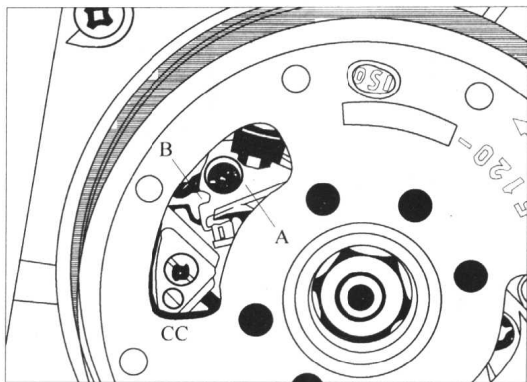

图 1-7 50~70mL 型断路器的间隙调整
此种型号的摩托车发动机是以改变断电器触点来调整点火正时的, 如图 1-7 所示。调整方法如下:
(1) 转动发动机, 直至转子上的“F”标志对准其规定的指标为止。
(2) 将触点测试器跨接于点火点之间，并接通试点火。
(3) 如图 1-7 所示，将螺钉 A 稍微拧松，然后插入螺丝刀在 B 槽内，并移动固定触点，直至触点打开为止。